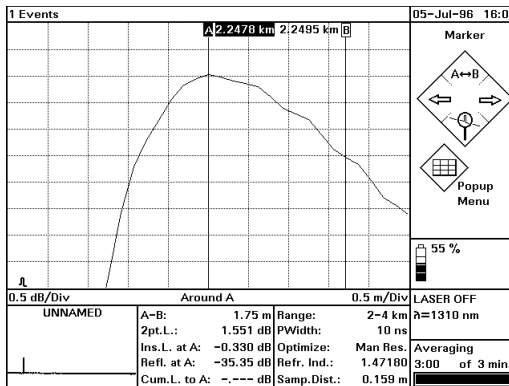

Рис. 78 Определение мертвой зоны: установка маркера В
- 17** С помощью кнопок ВЛЕВО/ВПРАВО передвиньте маркер В в точку, где опускающаяся ветвь отраженного импульса пересекает среднюю горизонтальную ось графика (см. Рис. 78).